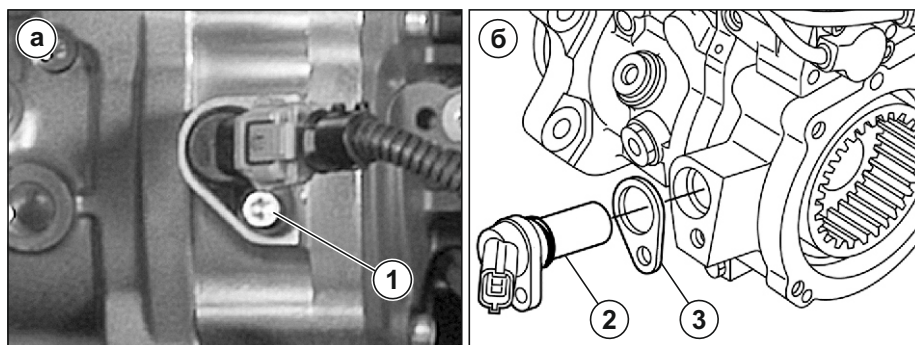

Рис. 92. Снятие датчика фазы насоса топливного.
1. Отвернуть болты крепления топливоподкачивающего насоса (ТПН) (1).
2. Снять насос топливоподкачивающий (2) при помощи пластикового молотка (3).
4. Отвернуть болт (1) крепления датчика фазы(см. Рис. 92а).
5. Снять датчик фазы (2) (см. Рис. 92б).
6. Снять прокладку датчика фазы (3).